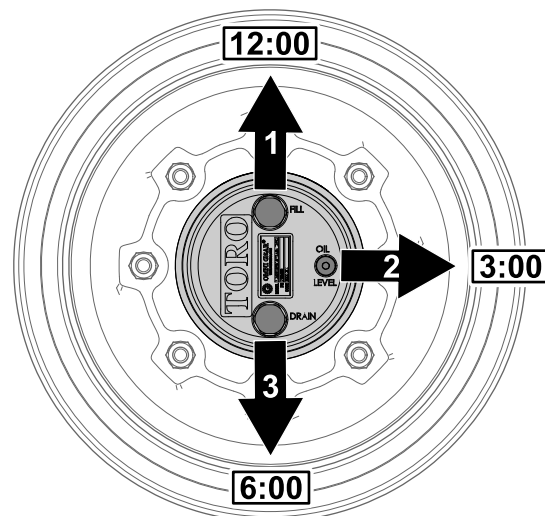

Рисунок 60
заливного отверстия находилась в положении «12 часов», пробка контрольного отверстия – в положении «3 часа», а пробка сливного отверстия – в положении «6 часов» (Рисунок 60).
2. Снимите пробку контрольного отверстия, расположенную в положении «3 часа» (Рисунок 60).
1. Припаркуйте машину на ровной поверхности, расположите колесо так, чтобы пробка заливного отверстия находилась в положении «12 часов», пробка контрольного отверстия – в положении «3 часа», а пробка сливного отверстия – в положении «6 часов»; см. Рисунок 60 в разделе Проверка масла в планетарном редукторе \(страница 65\).